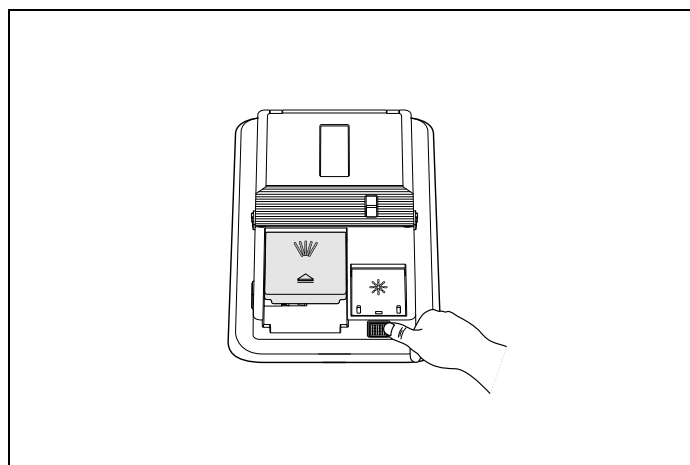

Fig. 72
- 2) Riempire lo scomparto con il brillantante fino al livello MAX, quindi chiudere il coperchio. Non riempire eccessivamente lo scomparto del brillantante e rimuovere eventuali versamenti Fig. 72 .